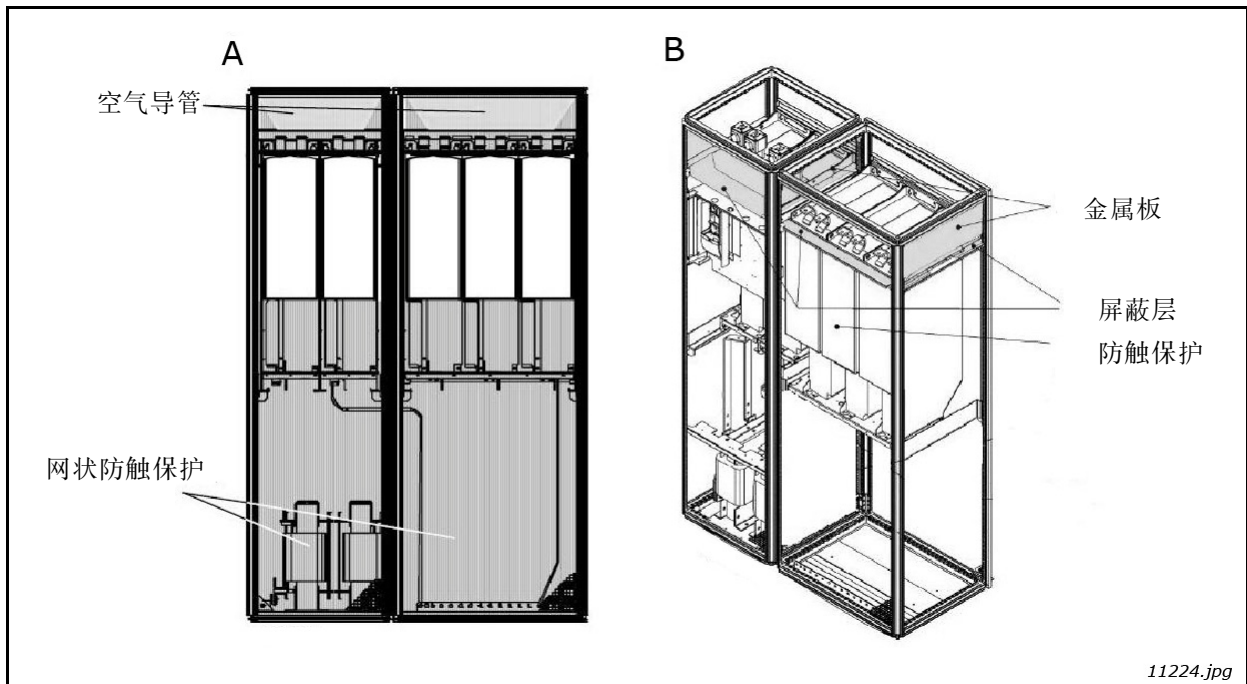

图 37. 柜冷却气流导向
- A. 从功率单元到机柜顶部的出口安装封闭式空气导管（图 37 中的 A）。
- B. 在功率单元与柜壁之间的间隙中安装屏蔽层（图 37 中的 B）。将这些屏蔽层放在模块侧面的出气口上方。